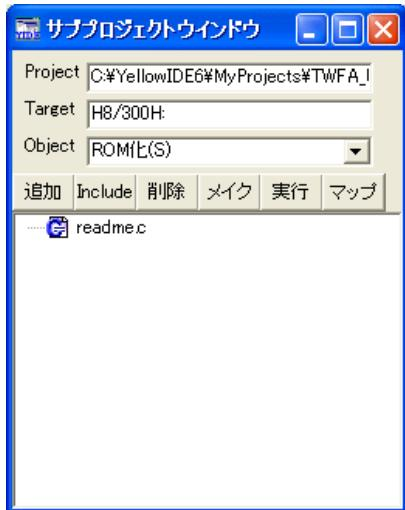

図 35 サブプロジェクトウィンドウ
5. サブプロジェクトウィンドウ(図 35)が表示されますので[Object]欄が"ROM 化(S)"になっていることを確認して[マイク]ボタンを押します。警告²が 2 つ表示されますが無視して構いません。ここまで作業で「¥M3069Projects¥_TWMON」フォルダに「REM_MON.S」というファイルが作成されます。ファイル名はデバッグモニタの書き込み(19 ページ)で書き込んだものと同じですが、新しく作成したファイルにはデバッグモニタの機能に加えて、標準の C ライブラリが組み込まれています。